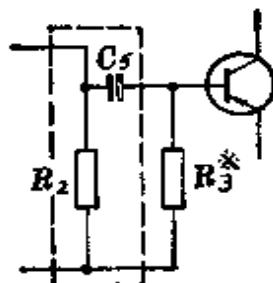

图 5-13
(1) 阻容耦合。如图 5-13，本机第一级和第二级之间的耦合是由  $R_2$  和  $C_5$  共同完成的。 $R_2$  是前一级的负载电阻，阻值一般为 1.2~3 千欧。前一级放大输出的信号就从  $R_2$  上取出，再通过电容  $C_5$  耦合到后一级的基极上(如图 5-13)。这一种耦合方式就叫做阻容耦合。耦合电容  $C_5$  的作用除了耦合之外，还起着隔直流作用。就是不让前一级集电极上的直流电压加到后一级的基极上。我们知道，前一级集电极负电压有几伏以上，而后一级基极负电压只有零点几伏。如果让前级集电极电压加到后级基极上，会严重地破坏后级的工作点，甚至烧坏三极管。耦合电容的容量一般在  $5\sim 20\mu F$  之间。